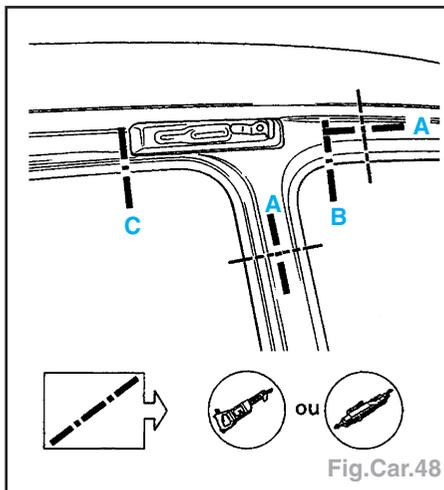

Fig.Car.48
**Composition de la pièce M.P.R.** (Fig. Car.48, 49, 50, 51, 52 et 53)